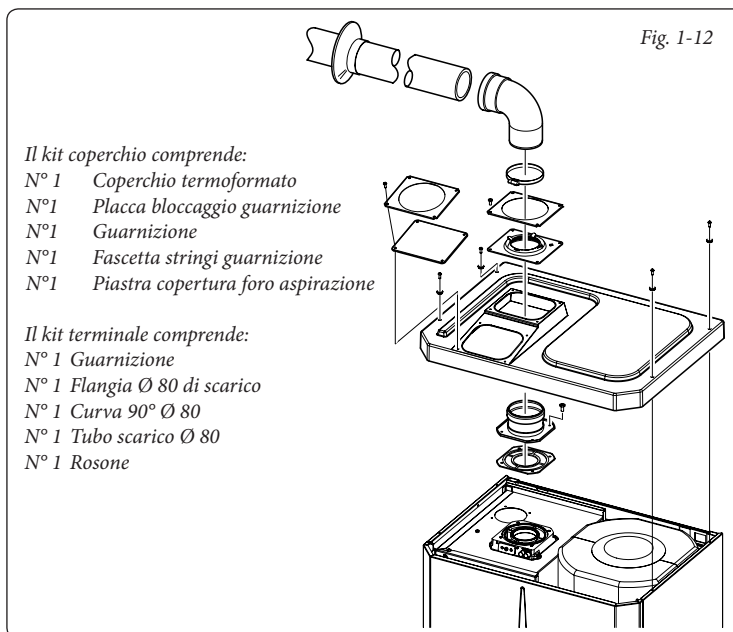

Fig. 1-12
- **Montaggio kit copertura (Fig. 1-12).** Smontare dal foro di aspirazione il tappo e la guarnizione presente. Installare la flangia Ø 80 di scarico sul foro più interno della caldaia interponendo la guarnizione presente nel kit e serrare con le viti in dotazione. Installare la copertura superiore fissandola con le 4 viti presenti nel kit interponendo le relative guarnizioni. Innestare la curva 90° Ø 80 con lato maschio (liscio), nel lato femmina (con guarnizioni a labbro) della flangia Ø 80 sino a portarla in battuta, infilare la guarnizione facendola scorrere lungo la curva, fissarla tramite la piastra in lamiera e stringere mediante la fascetta presente nel kit facendo attenzione di fermare le 4 linguette della guarnizione. Innestare il tubo di scarico con lato maschio (liscio), nel lato femmina della curva 90° Ø 80, accertandosi di avere già inserito il relativo rosone, in questo modo si otterrà la tenuta e la giunzione degli elementi che compongono il kit.